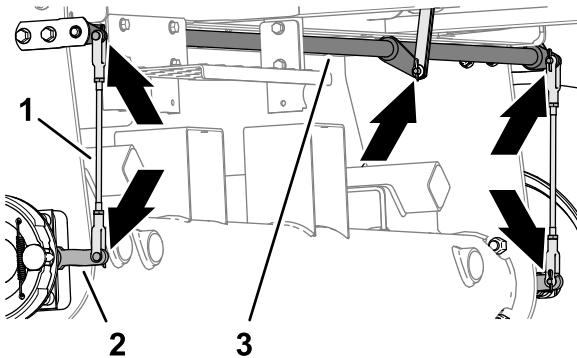

Figure 84
1. Vérifiez l'état et l'usure des tiges de frein gauche et droite (Figure 84).
2. Vérifiez l'état et l'usure de l'axe de pivot de frein (Figure 84).